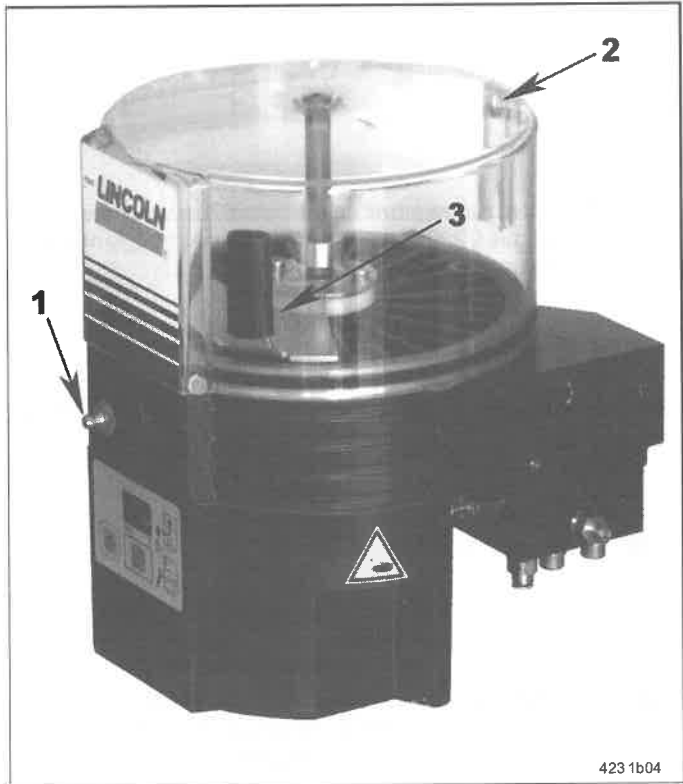

Abb. 14-1 Behälter bis zur Max. Markierung auffüllen
- Behälter über den Befüllnippel 1 (Abb. 14-1) bis zur „Max.“ Markierung füllen.
- Fill the reservoir up to the "Max." mark via the filling nipple 1 (Fig. 14-1).